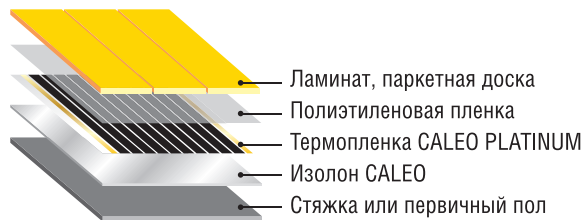

Рис. 28. Схема монтажа пленочного теплого пола под ламинат, паркетную доску
24. При монтаже строго придерживайтесь одной из приведенных схем монтажа (рис. 28–29)